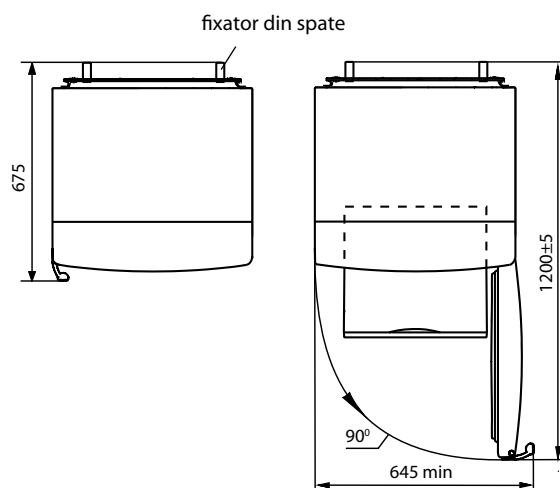

Figura 2 – Frigider (vedere de sus)
**1.4** Spațiul total, necesar pentru exploatarea frigiderului este determinat de dimensiunile indicate în figura 2 în milimetri. Pentru extragerea liberă a componentelor din frigider trebuie să deschideți ușile camerei la un unghi de cel puțin 90°. Pentru a evita deteriorarea, ușile nu trebuie lăsate să se deschidă mai mult de 180°.